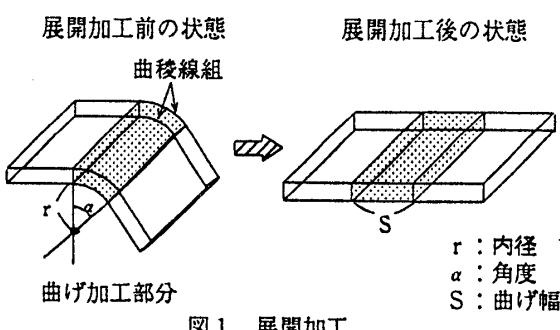

図1 展開加工
展開加工処理とは、板金物体を $z-x$ 平面に平行な面を基準に、全ての曲げ加工部分を自動的に展開する処理である(図1参照)。
(1)同じ中心点を持つ曲稜線のうち、2稜線の距離が板金の厚みと等しいものを、曲稜線組とする(図1参照)。